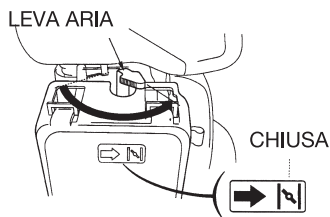

Fig. 5
①
2. Per avviare il motore a freddo, portare la leva della valvola aria in posizione chiusa. (Fig. 5)